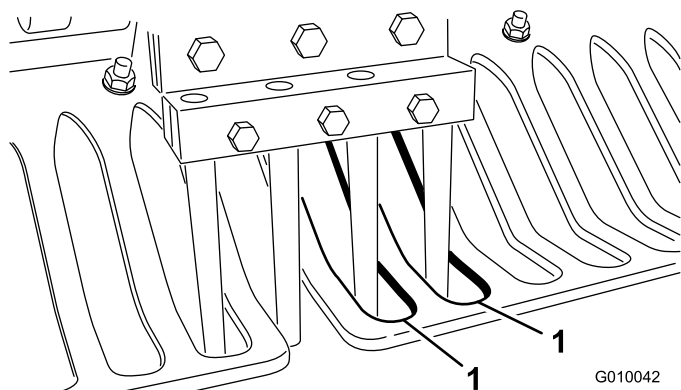

図 26
6. 全部のタインが、ターフガードの隙間の中心に整列していることを確認する（図 26）。必要に応じてターフガードの位置を調整し、ナットで固定する。